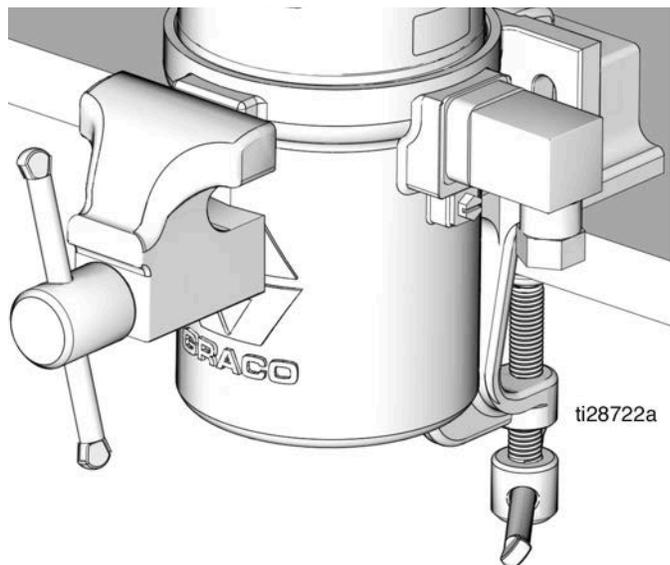

图 12
8. 在老虎钳中夹紧泵底座，如图 12. 使用软夹老虎钳或将布放入老虎钳卡爪中，保护泵底座的表面。